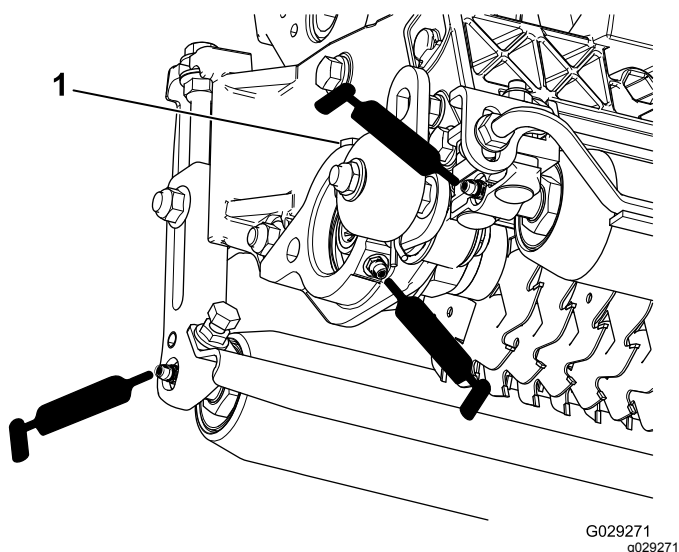

Figura 13
Ciascun verticutter è dotato di 5 raccordi di ingrassaggio (Figura 13) che devono essere lubrificati ogni settimana con grasso al litio n. 2.
2. Applicate il grasso fino a quando non vedete uscire grasso pulito dalle guarnizioni dei rulli e dalla valvola di sfogo dei cuscinetti (Figura 13).